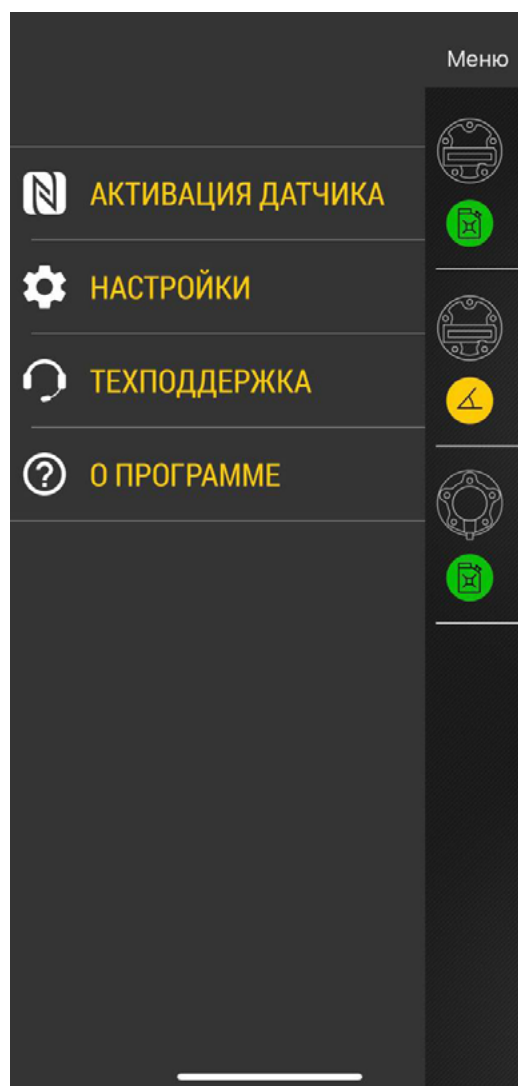
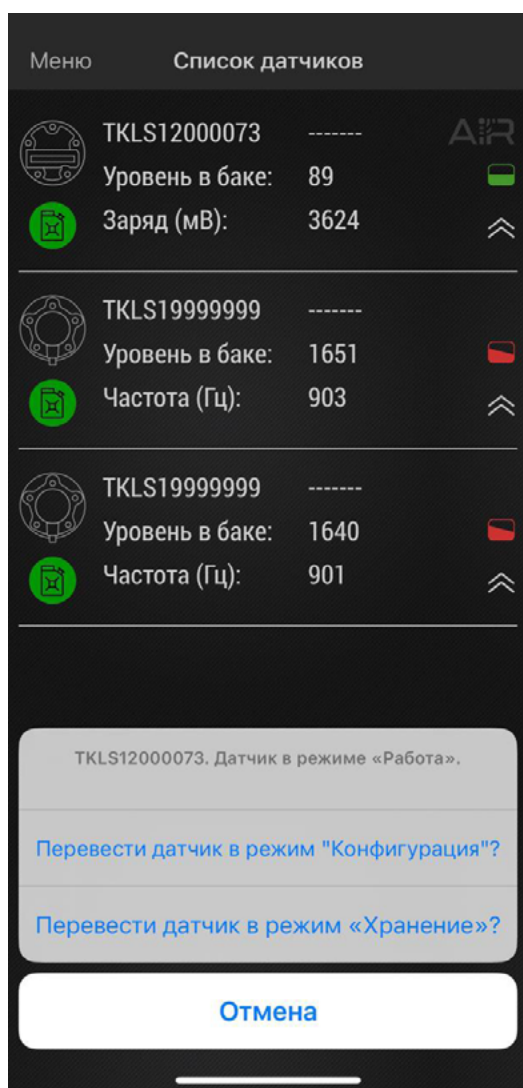

Рис.2. Активация датчика.
Рис.5. Выбор режима.
- Далее выберите «Активация датчика» (**Рис.2**).
Для изменения параметров работы датчика, находящегося в режиме «Работа», переведите датчик в режим «Конфигурация» через меню «Активация датчика» (**Рис.2**). Далее поднесите NFC сканер мобильного устройства к датчику и в приложении выберите режим «Конфигурация» (**Рис.5**). На рабочем экране приложения появятся показания датчика (**Рис.6**). Если подключение датчика к мобильному устройству выполняется впервые или пароль датчика не совпадает с сохраненным в мобильном устройстве, то перед изменением режима работы датчика, приложение попросит ввести его пароль.